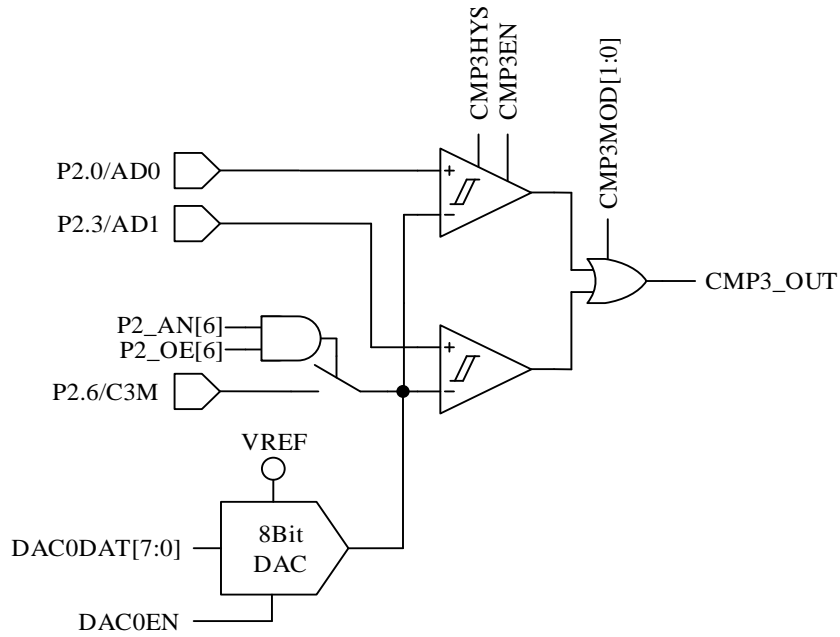

图 28-3 双比较器输入模式
- b) 配置 CMP\_CR1[CMP3MOD] = 01，CMP3 为双比较器输入模式，具体输入输出端口及接法如图 28-3 所示